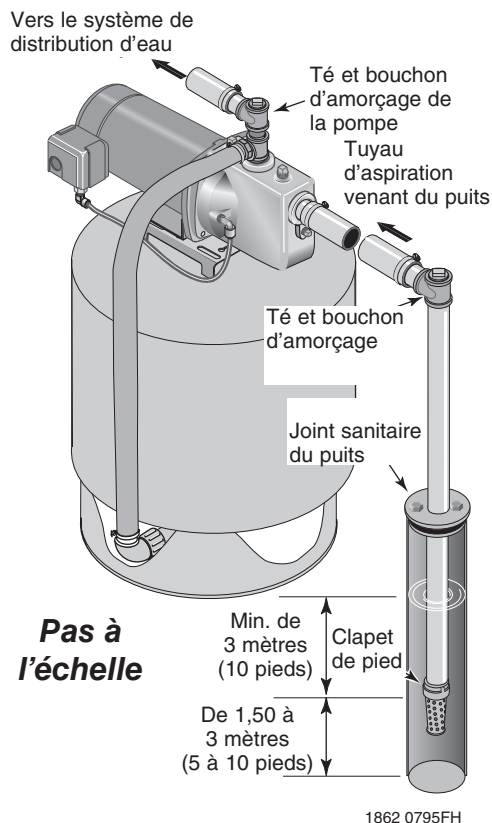

Figure 2 : Installation avec puits tubé
INSTALLATION AVEC Puits TUBÉ, À TUBAGE DE 2 PO OU PLUS (FIGURE 2)
- 2° Assembler le clapet de pied, la crépine et le tuyau du puits (voir Figure 2). S'assurer que le clapet fonctionne bien.
- 4° Installer un té d'amorçage, un bouchon d'amorçage et un tuyau d'aspiration sur la pompe (voir Figure 2). Raccorder le tuyau venant du puits à l'orifice d'aspiration de la pompe, en utilisant le moins de raccords possible (surtout s'il s'agit de coudes) car les raccords augmentent les frottements dans le tuyau (cependant, incorporer un clapet de pied - voir Figure 2). Le tuyau d'aspiration de la pompe doit être d'un diamètre aussi gros que celui de l'orifice d'aspiration de la pompe. Utiliser du ruban d'étanchéité en PTFE pour filetage sur les raccords de tuyaux filetés. Fixer et consolider la canalisation de façon à éliminer tout point bas ou affaissement, à éviter toute contrainte sur le corps de la pompe et à obtenir une légère rampe vers le haut entre le puits et la pompe (tout point haut peut former une poche d'air qui peut s'opposer au passage de l'eau). Rendre étanches les joints du tuyau d'aspiration avec du ruban d'étanchéité en PTFE pour filetage. Les joints doivent être hermétiques et étanches. *Si la conduite peut aspirer de l'air, la pompe ne pourra pas pomper l'eau du puits.*